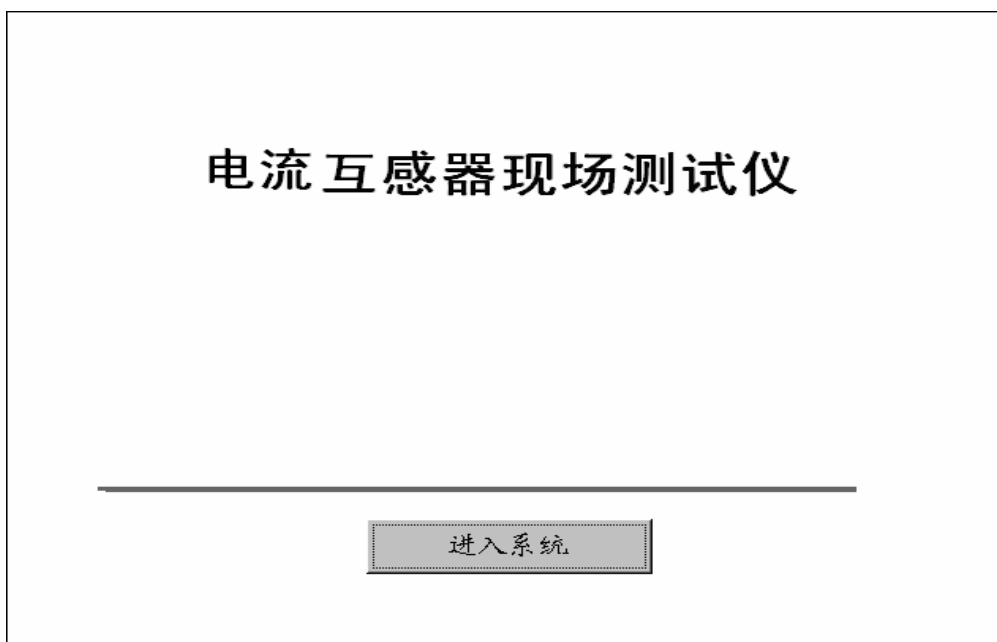

图 2
- 1、检查接线无误后，接通 220V 电源，打开电源开关，等待 1 分钟左右，仪器进入图 2 所示的主界面。